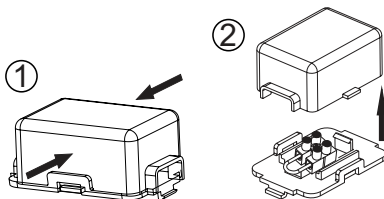

Abb. 3.2: Anschluss Fensterkippschalter
In der Motorbox ist in einer kleinen schwarzen Box eine Lusterklemme mit eingesetzter Kabelbrücke installiert (⇒ Abb. 3.2). Öffnen Sie die Box indem Sie den Deckel an den langen Seiten zusammendrücken ① und abnehmen ②.
- Teleskopschacht ① nach oben ziehen und mit 2 Schrauben ② von links und rechts an Schachtmontagebügel ③ verschrauben. Keinen Akkuschrauber dazu verwenden (⇔ Abb. 3.2).